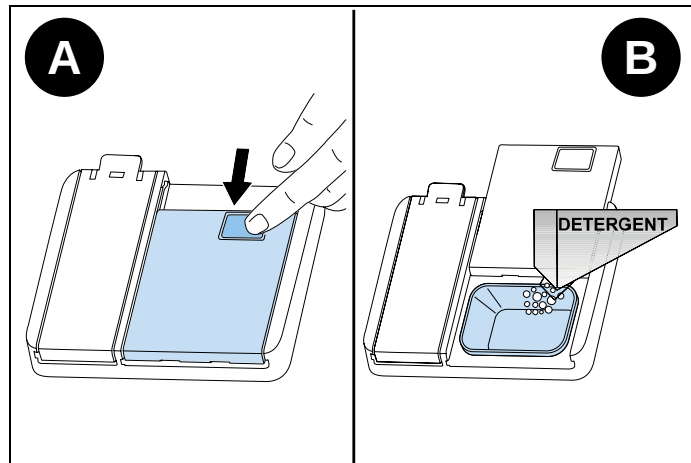

Fig. 57
- 1) Spingere il fermo per aprire il contenitore del detersivo come mostrato nell'immagine (Fig. 57 A).
- 2) Versare/inserire il detersivo nell'erogatore (Fig. 57 B).